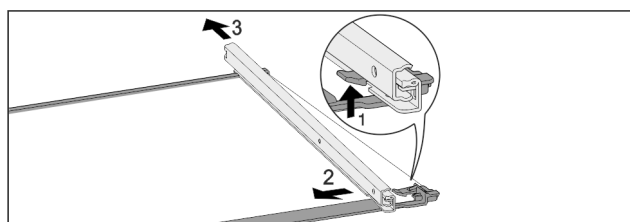

Fig. 117 Ripiano in vetro con guide
- Premere il gancio di fermo anteriore verso l'alto. Fig. 117 (1)
- Far scorrere la guida estraibile di lato Fig. 117 (2) e verso il lato posteriore Fig. 117 (3).